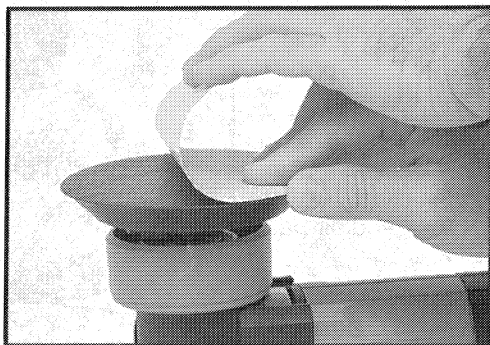

Fig. 4
2. Placez l'outil sur l'établi avec le patin dirigé vers le haut (voir Fig. 4).